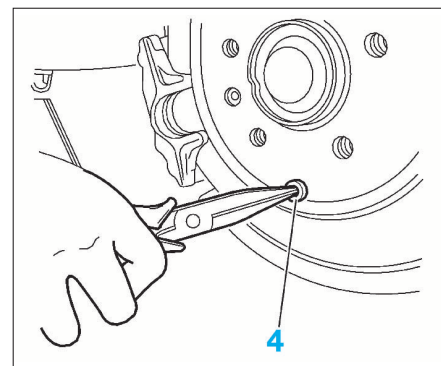

FIG. 17
- Déposer l'obturateur (4) en utilisant une pince à becs (Fig.17).